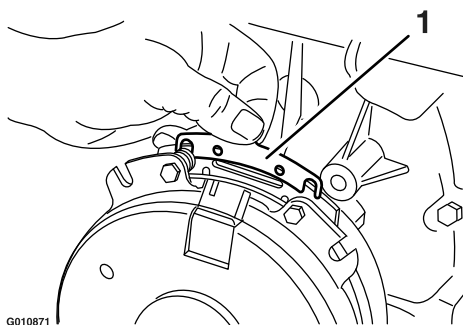

**Figura 74**
- A. Allentate entrambi i bulloni di montaggio del freno da 1/2 giro a un giro completo, come illustrato nella Figura 74.